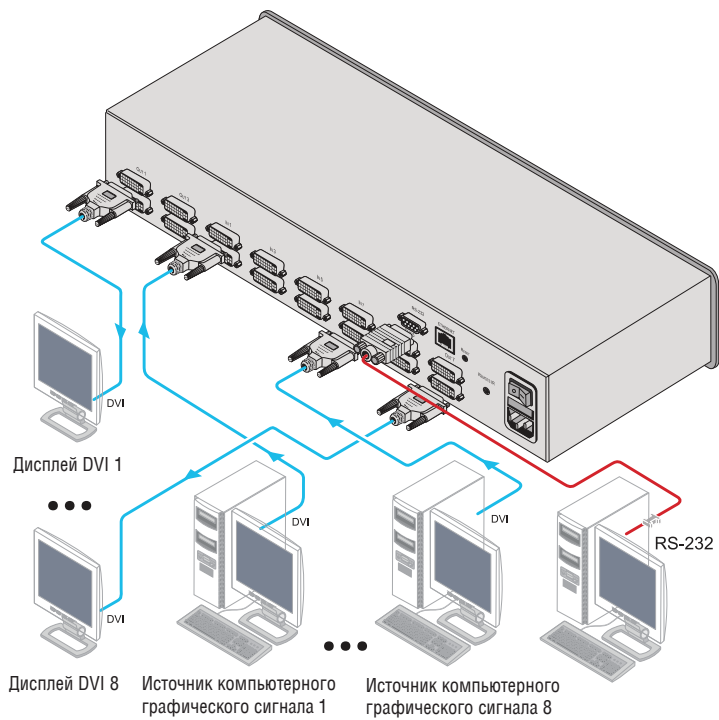

Рис. 2. Подсоединение матричного коммутатора DVI VS-88DVI
Чтобы подсоединить **VS-88DVI** в соответствии с примером, показанным на рис. 2, действуйте в следующем порядке, предварительно отключив всю аппаратуру:
4. Подсоедините сетевой шнур к розетке электросети (на рис. 2 не показан).